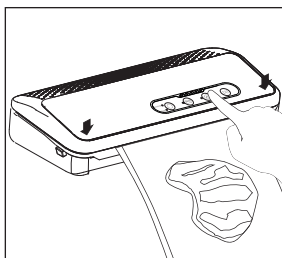

Рис.2
7. Нажмите кнопку (Ⓐ) автоматической вакуумации, чтобы откачать воздух и запечатать пакет. При необходимости нажмите и удерживайте кнопку “Пуск/Стоп” (⏮), чтобы самостоятельно контролировать процесс удаления воздуха из пакета без его запечатывания. (Рис. 2).
5. Нажмите на кнопку “Запечатывание” (🔥). Когда индикаторы на панели управления перестанут мигать, процесс можно считать завершенным. (Рис.2)
(Рис.2)